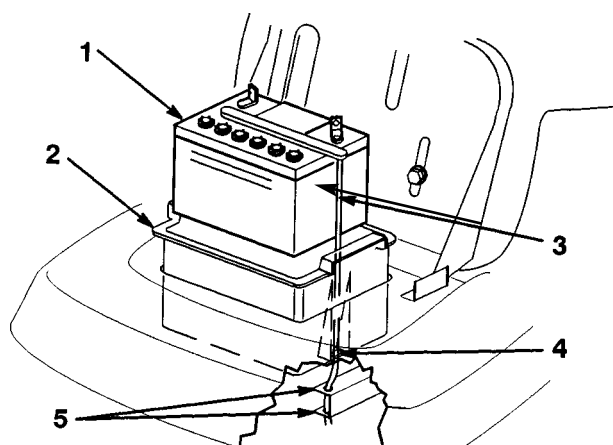

Figure 21
5. Déposer le boîtier de la batterie, la batterie et le long tube d'évacuation du châssis (Fig. 21).
1. Installer la batterie dans le boîtier et glisser le tube d'évacuation dans le conduit et la fente située à la base du boîtier (Fig. 21).
IMPORTANT: Observer le logement de la batterie dans le châssis et repérer le trou situé au bout du longeron droit (Fig. 21). Toujours faire passer le tube d'évacuation dans ce trou pour éviter que l'acide ne corrode le tracteur et la tondeuse.
2. Installer le boîtier et la batterie dans le châssis (Fig. 21). Vérifier que l'extrémité du tube d'évacuation se trouve dans le trou du châssis (Fig. 21).